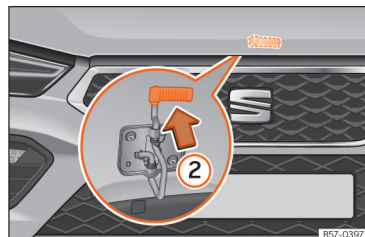

Fig. 208 Manetă sub capotă.
- Pentru ridicarea capotei, apăsați în sus clemă de deblocare de sub capotă » » » fig. 208 (2). Cârligul de fixare de sub capotă este eliberat.